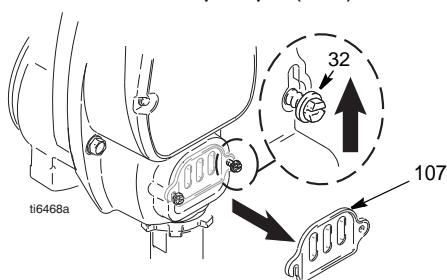

FIG. 15
4. FIG. 15. Allentare le due viti (32) e rimuovere il coperchio dell'asta della pompa (107).